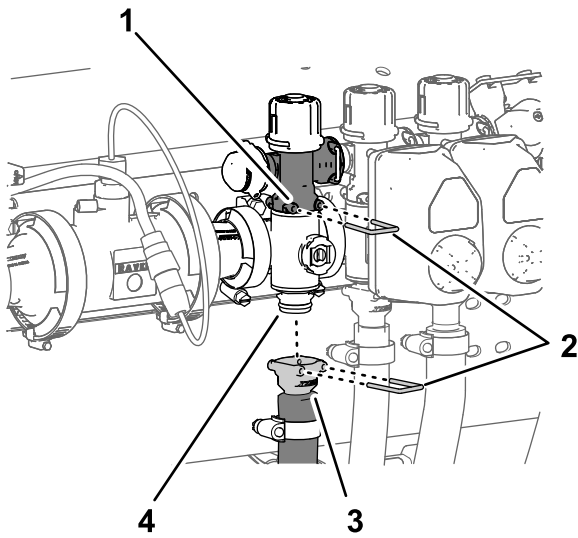

Bild 114
- Befestigen Sie das Schnellkupplungsanschlussstück des Abschnittventilverteilers mit einem Schnellkupplungsstift am Schnellkupplungsunterteil des Abschnittsicherheitsventils (**Bild 113** und **Bild 114**).
8. Befestigen Sie die Schnellkupplung des Abschnittschlauchs mit dem Schnellkupplungsstift am Schnellkupplungsanschlussstück des Abschnittventilverteilers (Bild 114).